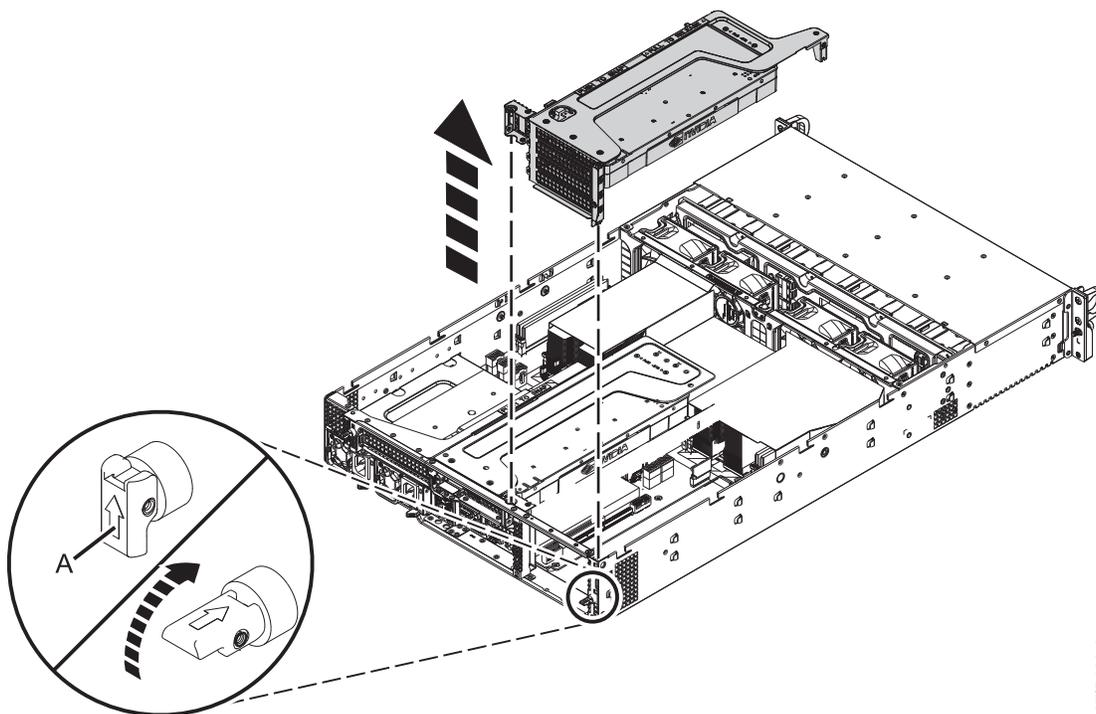

Figura 23. Removendo o riser PCIe
- 4. Para uma GPU na posição 5, remova o riser conforme mostrado na Figura 23.
- a. Retraia o pino de retenção (A) conforme mostrado na Figura 23 na página 24.